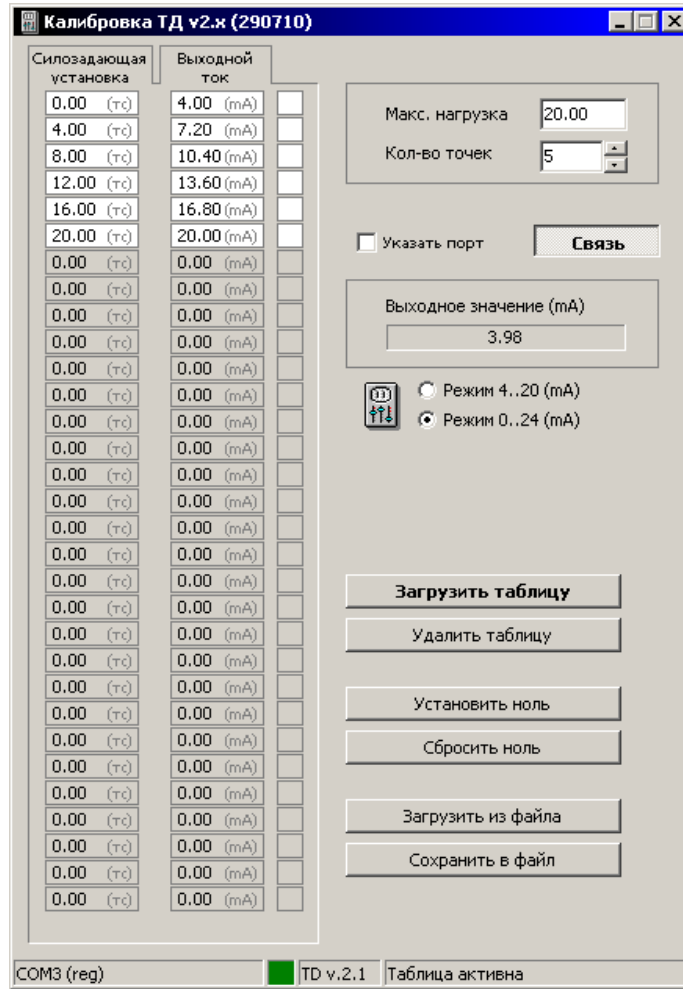

Рис. 7. Внешний вид программы «Калибровка ТД».
13.1. Программа «Калибровка ТД» после запуска имеет вид (рис. 7):